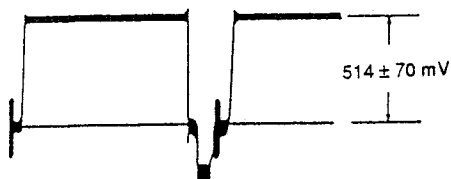

Fig. 4-23
(1) Réglage de la commande automatique d'iris (Figures 4-23 - 4-27)
Procédure	1) Appuyer sur [1] pour sélectionner le réglage de commande automatique d'iris. (Figure 4-24). 2) Si le camescope ne présente pas d'anomalie, le message indiqué à la figure 4-25 sera affiché pendant un petit moment sur l'écran de l'ordinateur avant que le message de la figure 4-26 n'apparaisse. 3) Une fois que l'écran de l'ordinateur est passé de la figure 4-26 à la figure 4-27, appuyer sur une touche au choix pour retourner à l'affichage de la figure 4-24. Maintenant le réglage de la commande automatique d'iris est terminé. Vérification: Raccorder un oscilloscope à la sortie vidéo (AV OUT) et vérifier si le niveau de l'oscillogramme est bien de $514 \text{ mV} \pm 70 \text{ mV}$. (Fig. 4-23)